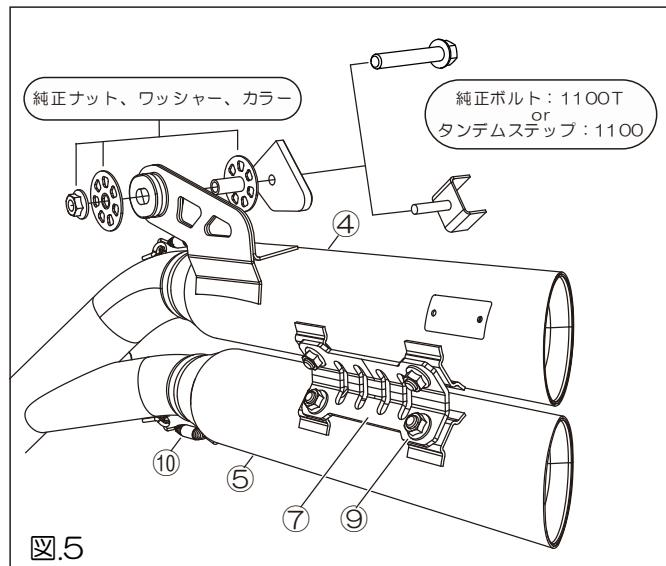

図.5
- [④サイレンサーUPPER],[⑤サイレンサーLOWER]を[⑦サイレンサージョイントブラケット],[⑨フランジナット M8]を使用して仮止めします。 (図.5)
- 先に組み立てたサイレンサーへ[純正カラー]を挿入、サイレンサーをテールパイプへ差しこみ、[※純正タンデムステップ、ワッシャー、ナット]を使用して仮止めし、[⑩スプリングショート]を使用して固定します。 (図.5)